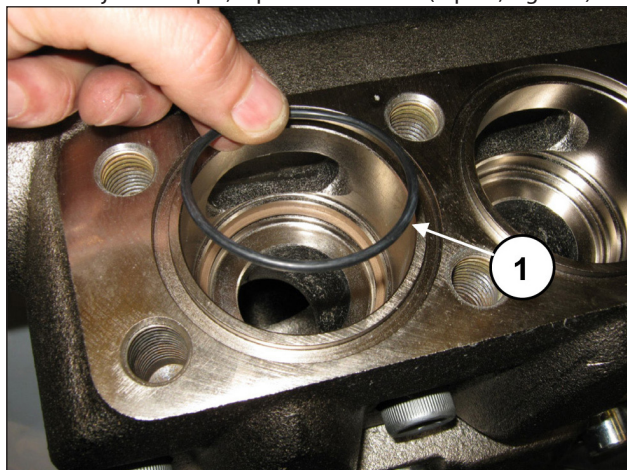

Fig. 155
Insérer le joint torique, rep. vue éclatée 24 (rep. ①, Fig. 155).